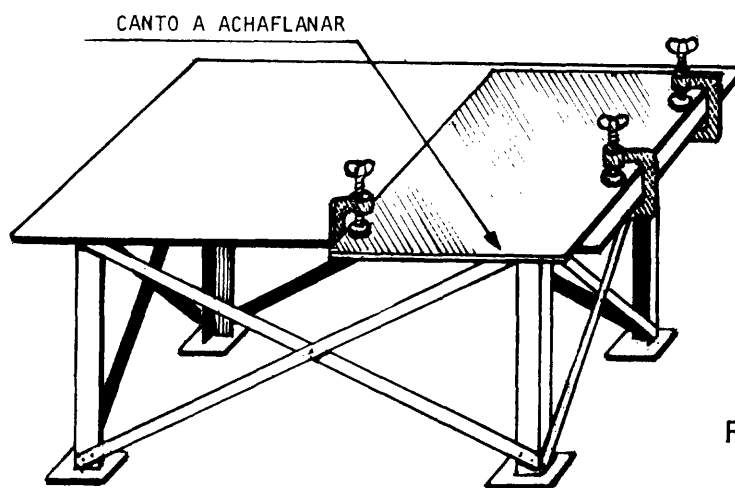

Fig. 2
- d Fije con prensas de mano la chapa sobre la mesa de calderero, de tal forma que el borde a trabajar quede fuera de la mesa, aproximadamente 3 espesores (fig. 2).